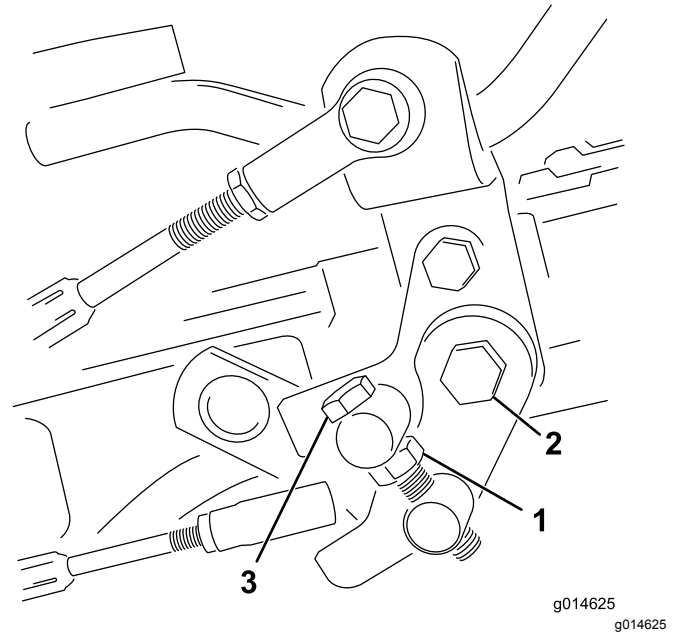

图43
1. 松开枢轴螺栓上的锁紧螺母图43。
4. 上紧枢轴螺栓上的锁紧螺母和踏板枢轴上的螺母锁定调整图43。检查调整情况并按需要调整。